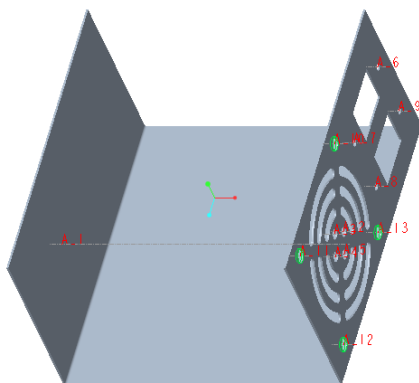

图 6-74 设计风扇安装定位孔
- (4) 接受默认的深度选项为“ (到下一个)”选项，单击 (完成) 按钮，拉伸切割的结果如图 6-74 所示。